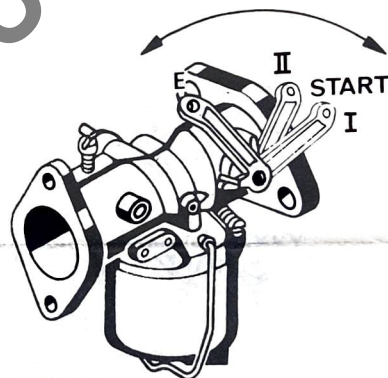

Fig. 2
Placer le choke du carburateur en position « START » (fig. 2).
Laisser le choke du carburateur dans la position de marche (E, fig.2).
5. En cas de départ à froid : dès que le moteur tourne régulièrement, placer le choke du carburateur en position de marche (E, fig. 2).